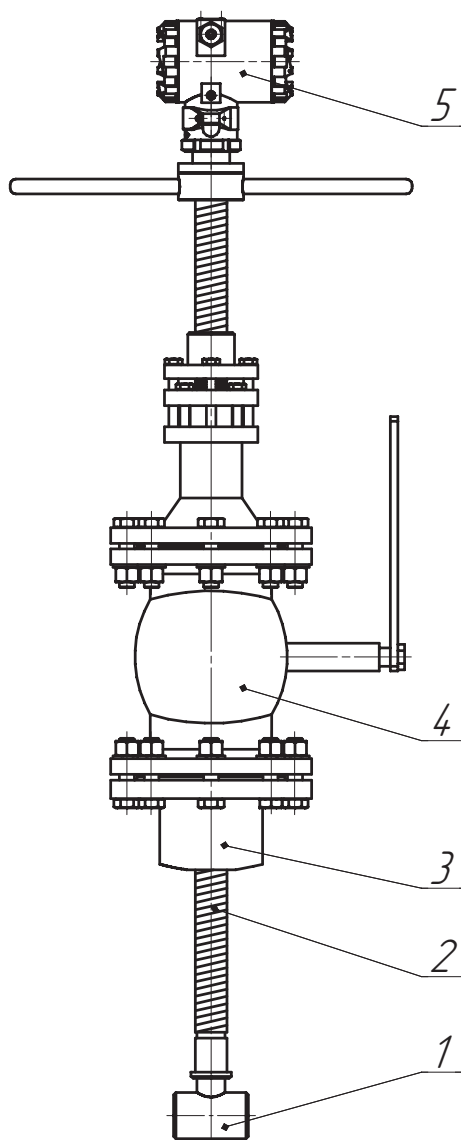

Рисунок 1. Устройство погружного расходомера
Погружной расходомер (см. рисунок 1) состоит из датчика (1), штанги (2), приварного патрубка (3), шарового крана (4) и электронного блока (5). Датчик конструктивно выполнен как проточный вихревой расходомер и измеряет скорость потока в одной точке.